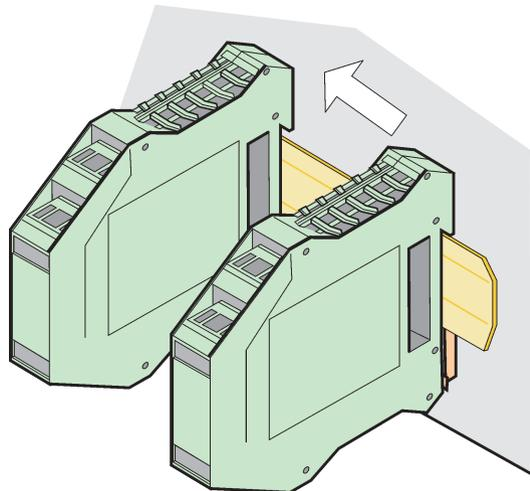

Figura 74 Aggancio di più moduli di espansione
4. Per i moduli multipli, installare i moduli lato per lato sulla guida DIN e fare scorrere i moduli insieme (Figura 74). In questo modo la rete e gli alimentatori nei moduli sono collegati insieme.